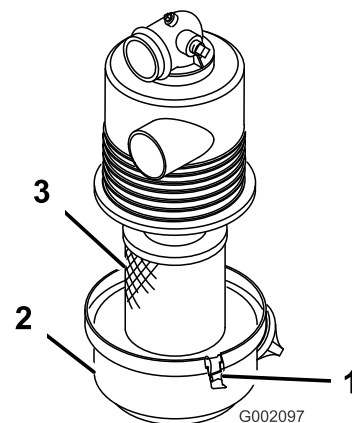

Figure 26
3. Insérez l'élément filtrant dans le boîtier du filtre à air (Figure 26).
4. Mettez le couvercle en place sur le boîtier du filtre à air et fixez-le en position avec les attaches (Figure 26).